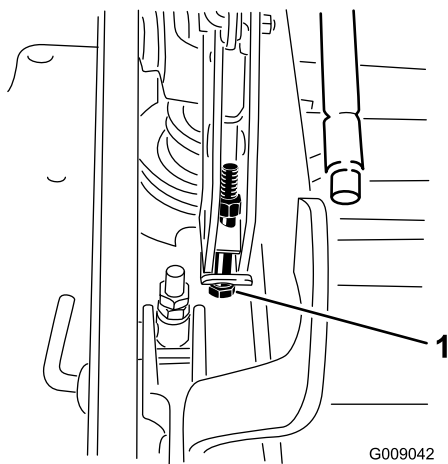

Figure 86
13. Si le tablier est trop bas, serrez le boulon de réglage monopoint dans le sens horaire. Si le tablier est trop haut, desserrez le boulon de réglage monopoint dans le sens antihoraire (Figure 86).